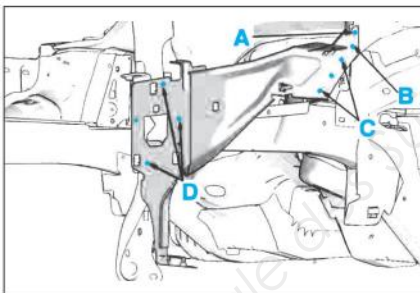

FIG. 1
- Dépointer aux endroits indiqués A,B,C et D (Fig.1).